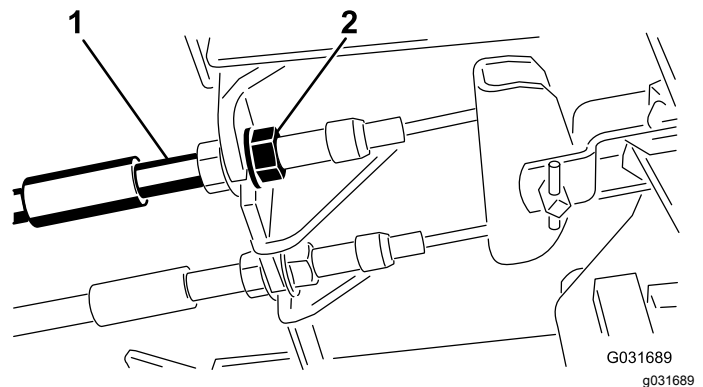

図 83
1. 遊びを減らすブレーキを締めるには、ブレーキケーブルのねじ山の前ナットをゆるめ、後ろのナットを締める図 83。